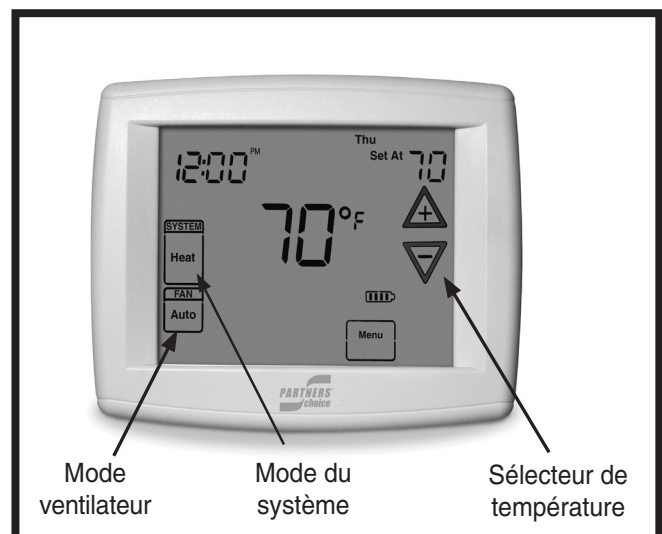

Figure 1. Thermostat numérique
1. Réglez le commutateur du thermostat sur le mode du système COOL ou AUTO et le mode du ventilateur sur AUTO. Voyez la Figure 1.
1. Réglez le commutateur du thermostat sur le mode du système HEAT ou AUTO et le mode du ventilateur sur AUTO. Voyez la Figure 1.
1. Réglez le commutateur du thermostat sur le mode du système AUTO et le mode du ventilateur sur AUTO. Voyez la Figure 1.
On utilise généralement le souffleur intérieur en continu pour faire circuler l'air ambiant et régulariser les écarts de température causés par le rayonnement du soleil, une présence accrue de personnes ou l'utilisation d'équipement mécanique. Réglez le mode du ventilateur du thermostat sur ON (Figure 1). Le souffleur intérieur démarre immédiatement et il continue de fonctionner jusqu'à ce que le mode ventilateur soit reprogrammé sur AUTO.
Régler le commutateur du thermostat sur la position d'arrêt (OFF) et le commutateur du ventilateur du thermostat sur AUTO (voir la Figure 1). **REMARQUE** : Le système ne fonctionnera pas, peu importe les réglages du sélecteur de température.